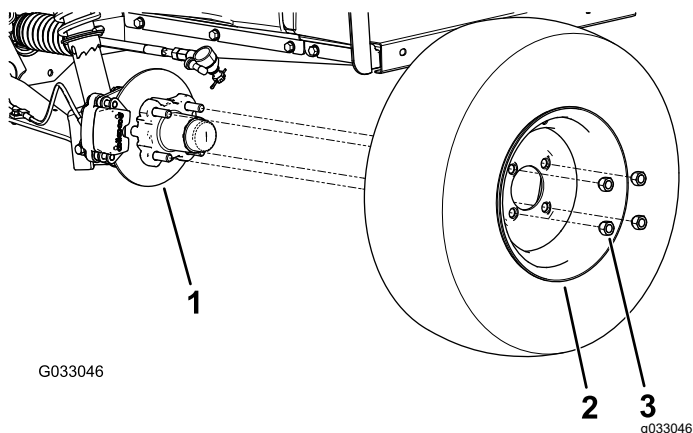

Figure 31
2. Retirez les 4 écrous de roue qui fixent la roue au moyeu (Figure 31).
4. Alignez les trous dans la roue et les goujons du moyeu puis montez la roue sur le moyeu en plaçant la valve à l'extérieur (Figure 31).
5. Fixez la roue au moyeu avec les écrous de roue (Figure 31).